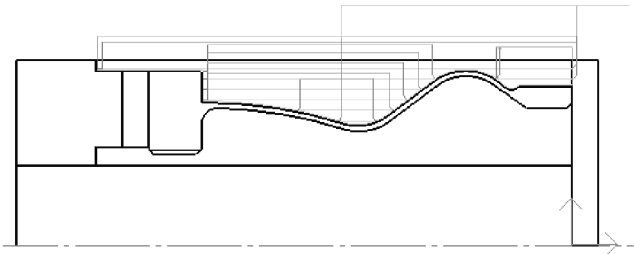

图 8-111 外轮廓粗加工刀具路径
2) 在立即菜单中选择【单个拾取】选项，状态栏中提示“拾取被加工表面轮廓”，当拾取第一条轮廓线后，此轮廓线变成红色的虚线，系统提示“选择方向”，依次拾取加工表面轮廓线并单击鼠标右键确定；状态栏中提示“拾取定义的毛坯轮廓”，顺序拾取毛坯的轮廓线并单击鼠标右键确定；状态栏中提示“输入进退到点”，输入“5, 45”后按回车键，生成如图 8-111 所示的刀具路径。